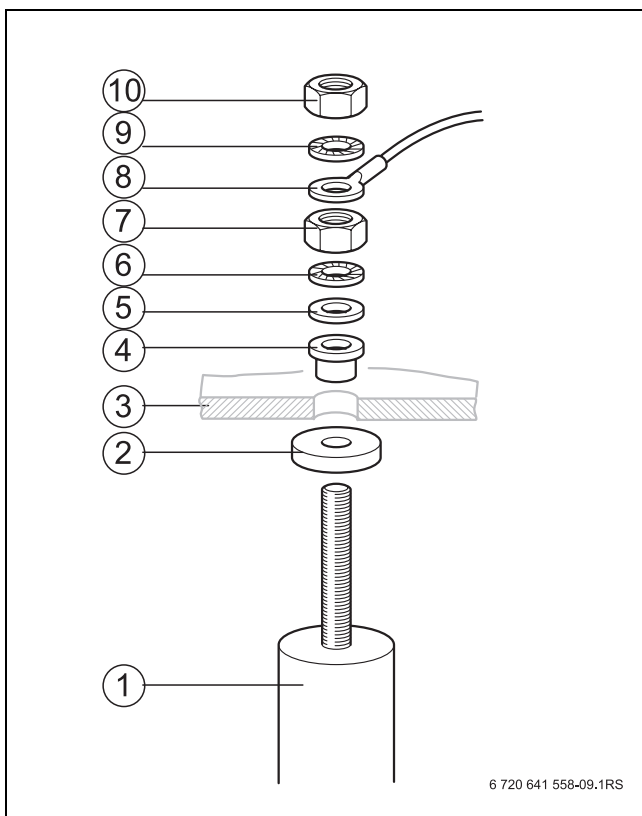

Рис. 14 Замена магниевого анода
- ▶ Установите ушко заземляющего провода (→ рис. 14, стр. 16, [8]) и затяните гайку с зубчатой шайбой.